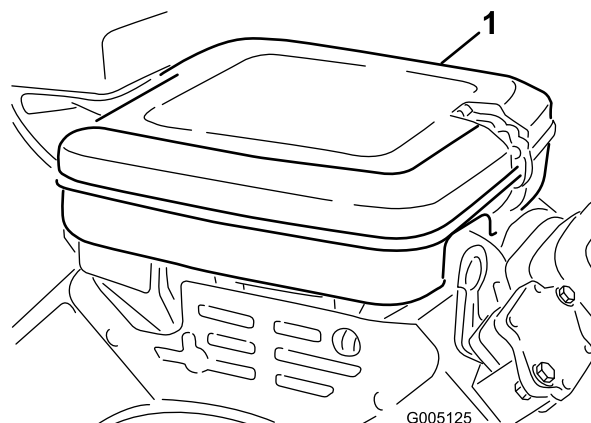

図 43
1. ロック用クリップを取り、エアクリーナ・カバー（図 43）を外す。カバーを丁寧に清掃する。